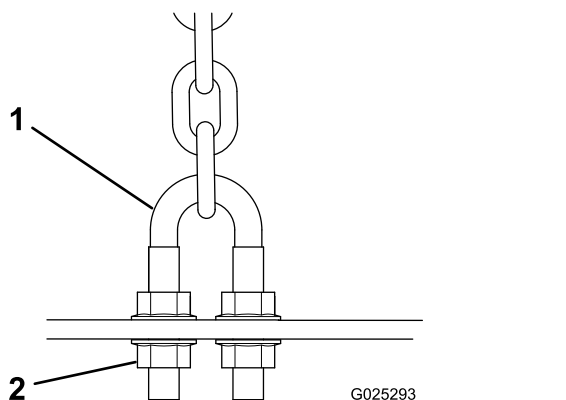
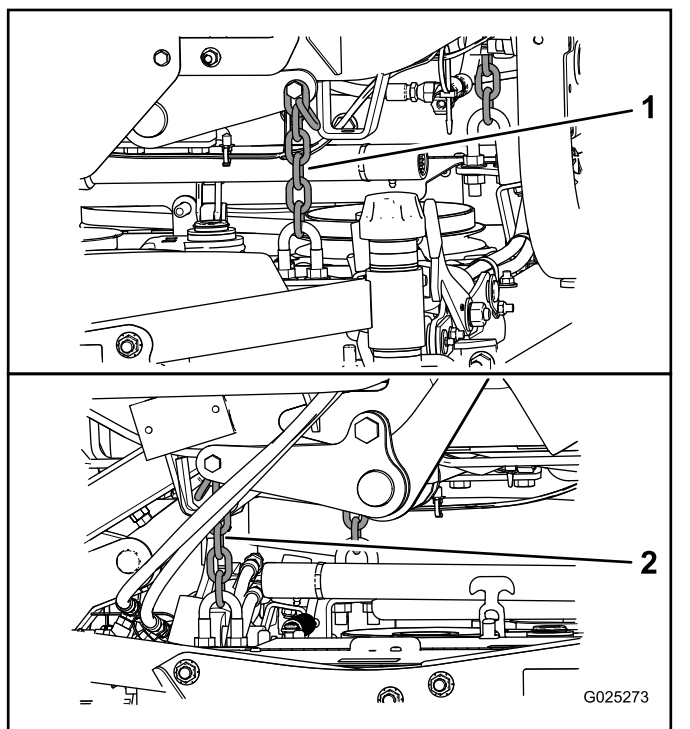

Figura 11
Figura 12
7. Ajuste las contratueras de las abrazaderas (**Figura 11**) que sujetan las cadenas traseras de la carcasa (**Figura 12**) a la carcasa de corte, para elevar la parte trasera del cortacésped hasta que la inclinación de las cuchillas sea de 8 a 11 mm.
8. Ajuste las contratuercas que fijan las cadenas a la carcasa de corte hasta que la carcasa de corte quede nivelada (Figura 12).